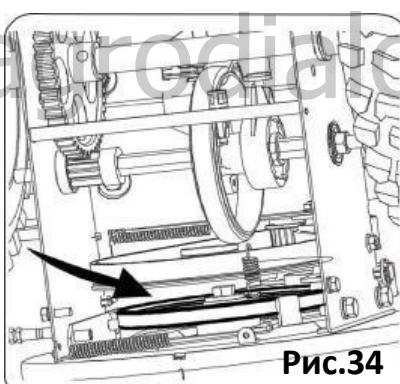

Рис.34
- Снимите ремень со шнекового шкива и вставьте ремень между опорным кронштейном и шнековым шкивом. Соберите шнековый ремень, следя инструкциям в обратном порядке см.рис.34.